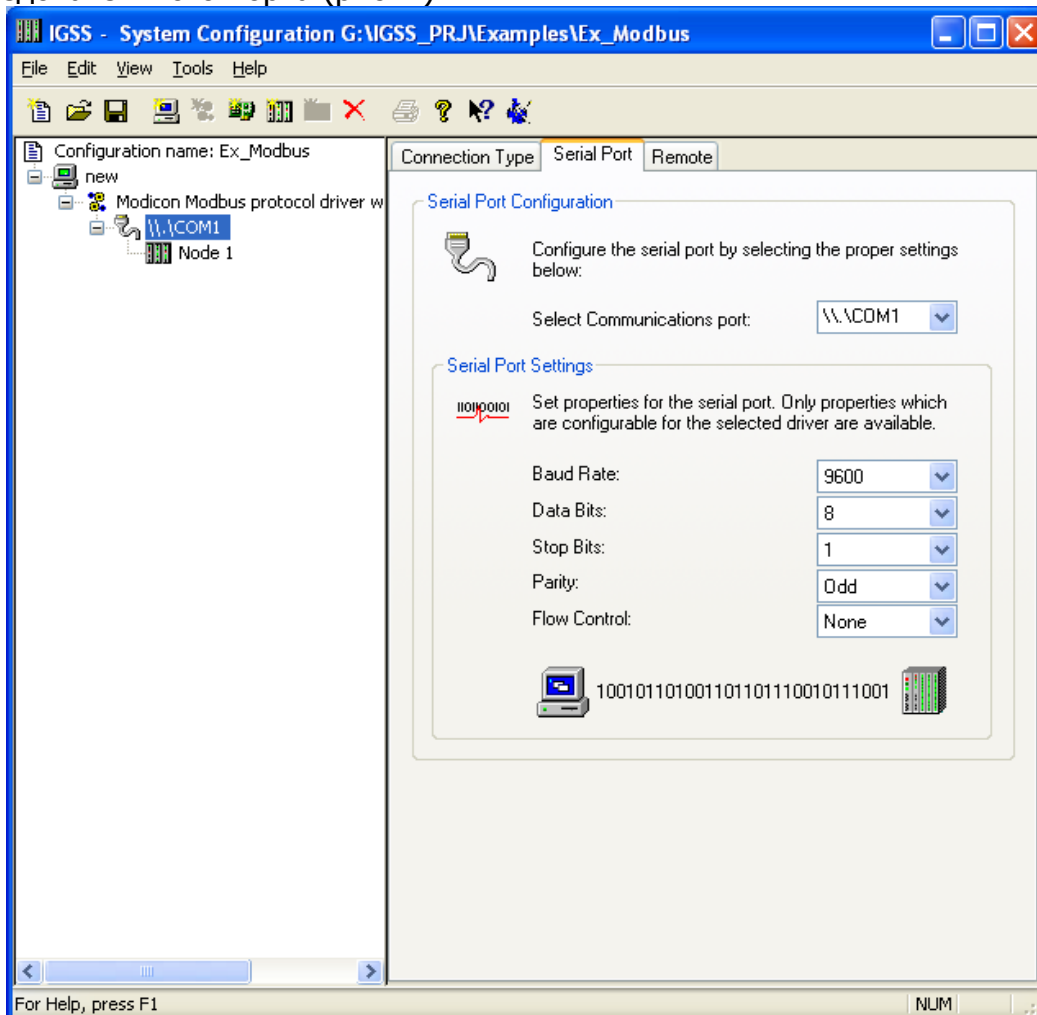

Рис. 2. — Настройки последовательного порта
- 3 На закладке Serial Port интерфейса COM1 необходимо указать настройки последовательного порта (рис. 2).